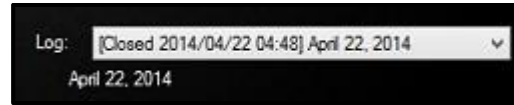

图 5.4-2: 记录关闭示例
- 记录文件的文件名将被自动更改为“Closed”并附带它被关闭时的日期（图5.4-2）